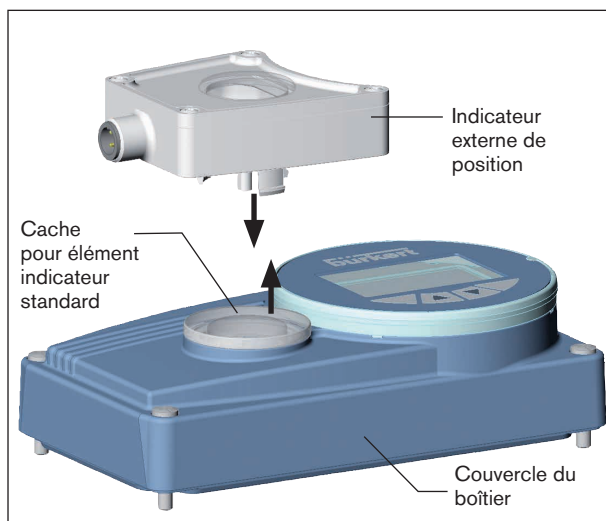

Fig. 2: Mettre l'indicateur externe de position en place
- Faire sortir le cache de l'indicateur de position standard du couvercle de boîtier en appuyant (voir « Fig. 2 »).
- Poser l'indicateur externe de position dans l'évidement rond du couvercle de boîtier et appuyer sur l'indicateur jusqu'à ce qu'il s'enclenche (voir « Fig. 2 »).